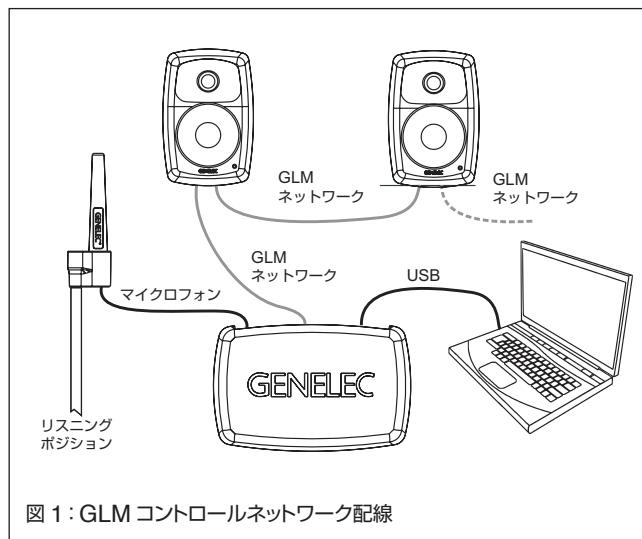

図 1 : GLM コントロールネットワーク配線
- 各モニター（およびサブウーファー）を CAT5 (RJ45) ケーブルで接続し、最後に GLM Adapter デバイスのコントロールネットワーク入力に接続します（図 1）。